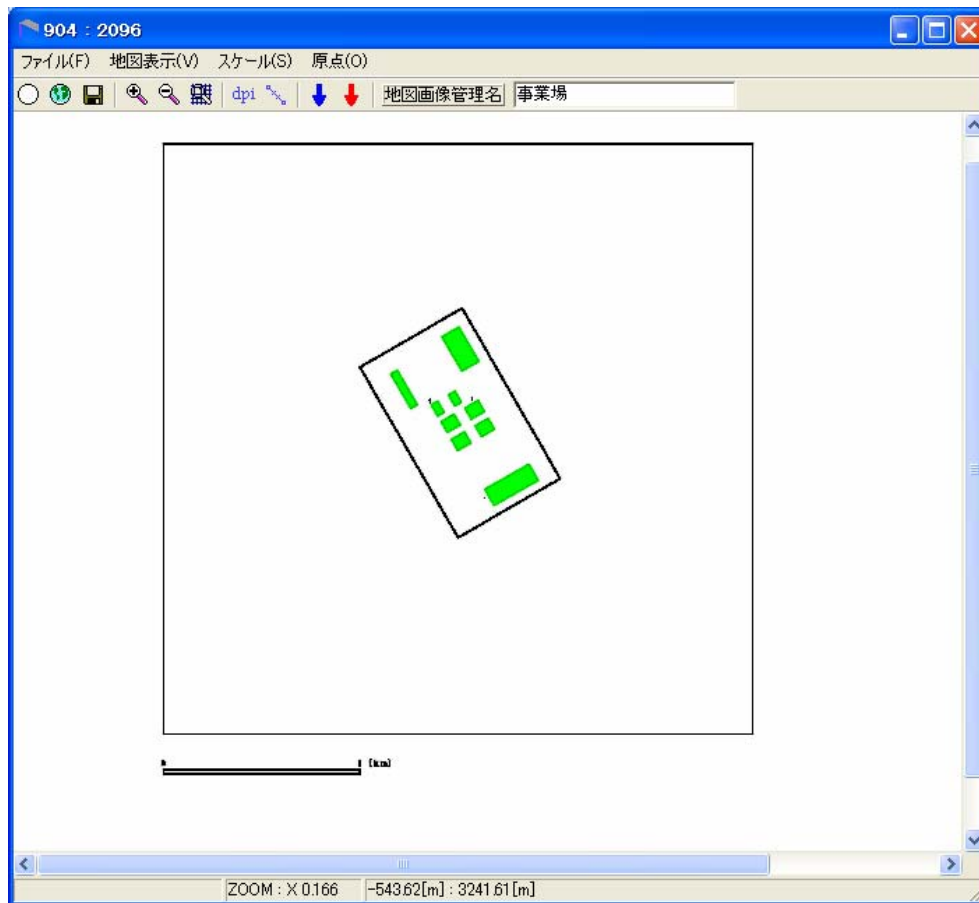

図 6.5-10 背景地図の登録後（注  を4回押して縮小している）
- 2) 画面に表示されたら地図画像管理名を入力します(図 6.5-10)。